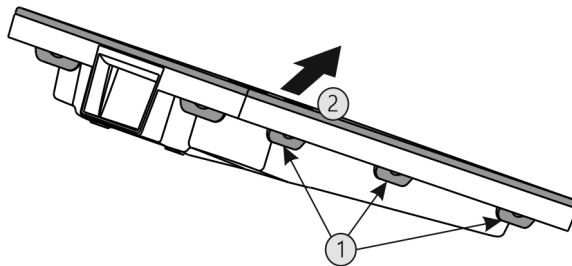

Fig. 82
- ▶ Premere una dopo l'altra tutte le linguette Fig. 82 (1) e rimuovere la copertura Fig. 82 (2).